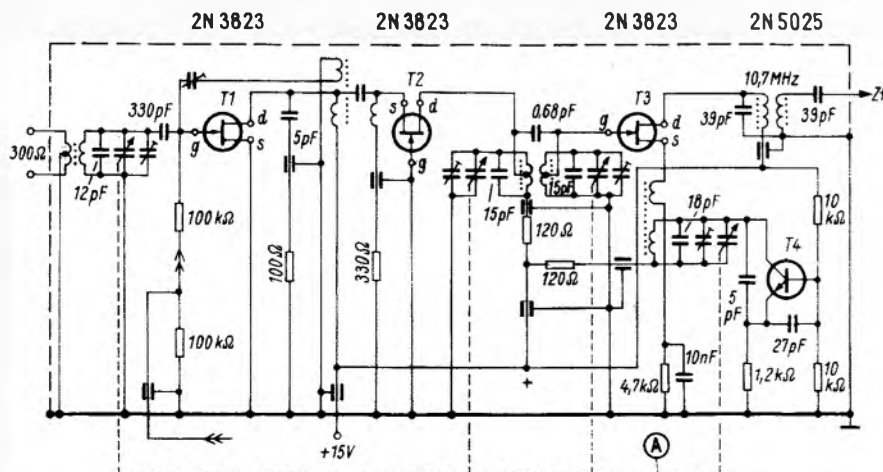

Bild 3. Schaltung des UKW-Tuners mit drei Feldeffekttransistoren
Dieser Schaltungsteil ist mit drei Feldeffekttransistoren (FET) vom n-Typ mit Sperrschichteneingang aufgebaut, von denen zwei in einer Kaskodenvorstufe (T 1, T 2) und der dritte in der Mischstufe (T 3) arbeiten. Für die getrennte Oszillatorstufe (T 4) wird ein normaler npn-Transistor verwendet. Die Abstimmung des Tuners (A) erfolgt durch einen Vierfach-Drehkondensator (Bild 3).